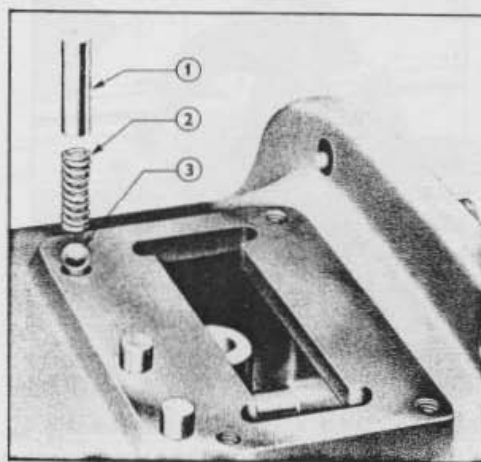

Fig. 24 = Doigts, Ressorts et Billes de Selecteurs de Vitesses
4. Remplacer les doigts et les ressorts de sélecteur gauche et de sélecteur central, puis la balle, le doigt de verrouillage et le ressort du sélecteur droit (vitesses rapides/lentes). (Voir Fig. 24).